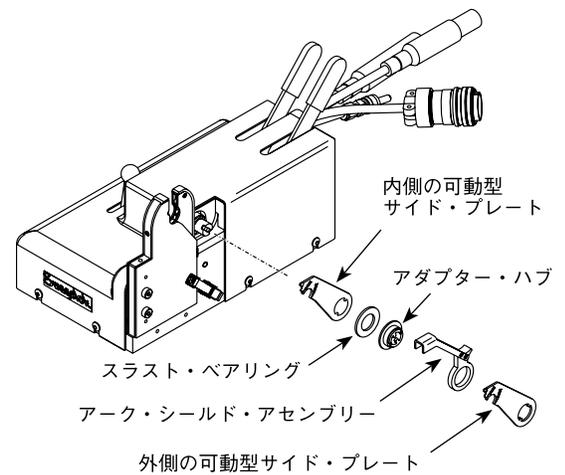

図 33：可動型サイド・プレート・アセンブリーを取り外す
4. 外側の可動型サイド・プレート、アーキ・シールド・アセンブリー、アダプター・ハブ、スラスト・ベアリング、内側の可動型サイド・プレートを取り外します。図 33 をご参照ください。